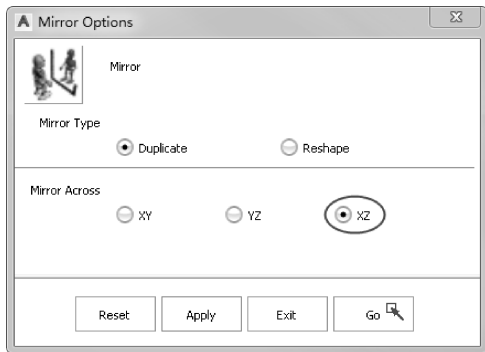

图 3-89 镜像副本对话框
- 42 单击菜单栏中【Edit】|【Duplicate】|【Mirror】命令旁的图标 ，打开镜像选项对话框，设置参数，如图 3-89 所示。